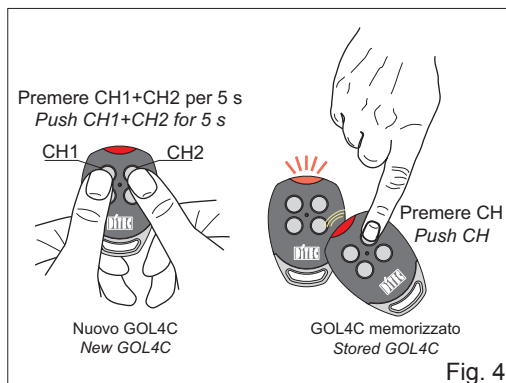

Fig. 4
### 6. CLONAZIONE GOL4C (fig. 4)
- Avvicinare il trasmettitore GOL4C già memorizzato come indicato in fig. 4 ed eseguire una trasmissione premendo uno qualsiasi dei pulsanti CH.
### 6. CLONING GOL4C (fig. 4)
- Bring the GOL4C transmitter (already memorised) near (see fig. 4), and make a transmission by pressing any one of the CH buttons.